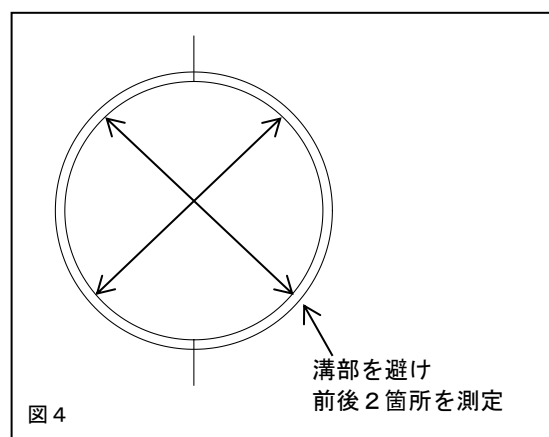

図4
2. 3 シリンダゲージを用いてクランクメタル内径を測定してください。図4に示す箇所を測定してください。オイルクリアランスの計算には小さい方の値を使用します。